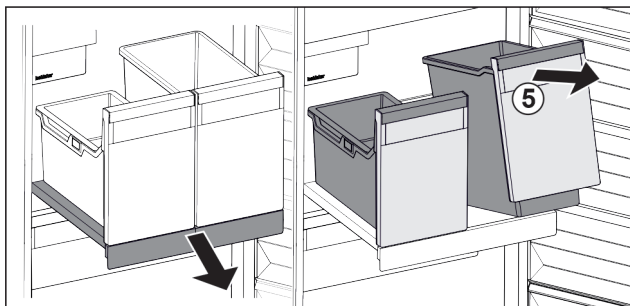

Fig. 18
- Soulever les bacs Fig. 18 (5) par l'avant.